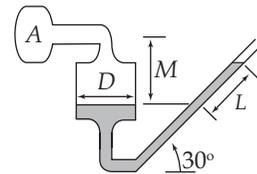

Figura Ep1.46
**Ep1.46** Observe o manômetro inclinado ilustrado na Figura Ep1.46. Pretende-se medir a pressão manométrica máxima de ar presente na câmara A, que deve ser igual a 2,0 kPa. Sabendo que o diâmetro  $D$  é muito maior do que o diâmetro do tubo, que  $M = 1,0 \text{ m}$  e que o fluido manométrico é um óleo com densidade relativa igual a 0,82, pede-se para avaliar a deflexão esperada.